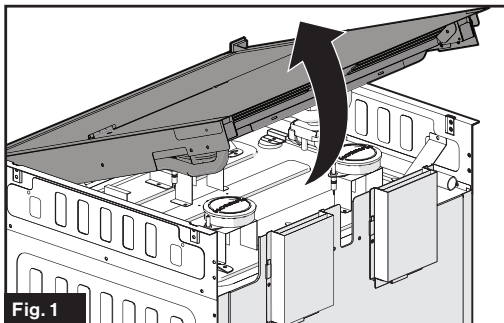

Fig. 1
2. Sostenga el separador y tire hacia arriba para liberar la unidad que conforma la cubierta superior de vidrio del horno. (Fig. 1)